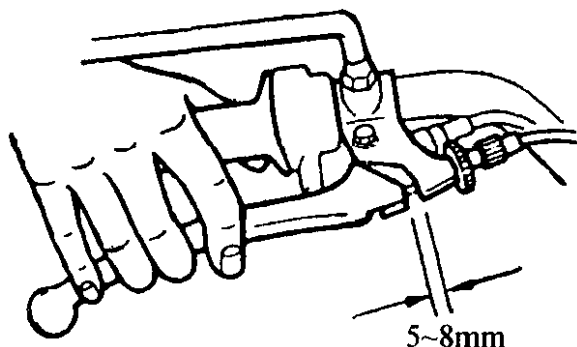

图 1-3 检查前制动握把自由间隙
(7) 检查前制动握把自由间隙。如图 1-3 所示,通常为5~8mm。